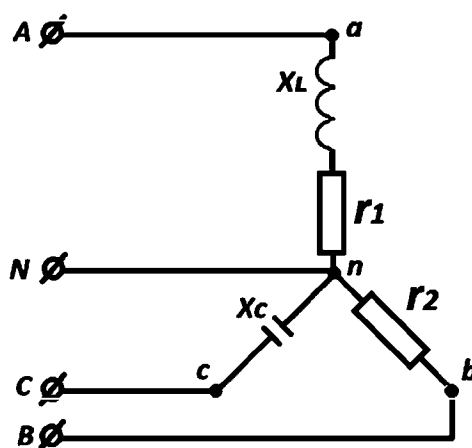

Рис. 1.54. Схема к задаче 4
4. К трехфазному источнику подключена несимметричная трехфазная нагрузка (рис. 1.54). Известно: